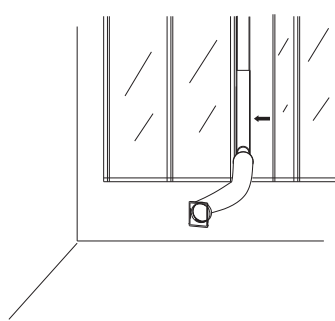

Fig. 7
8. Instale a conduta do ar de escape, o kit de janela e os respectivos acessórios na janela e, em seguida, feche a janela de acordo com a direção da seta na Fig. 7 para pressionar firmemente o kit de janela.